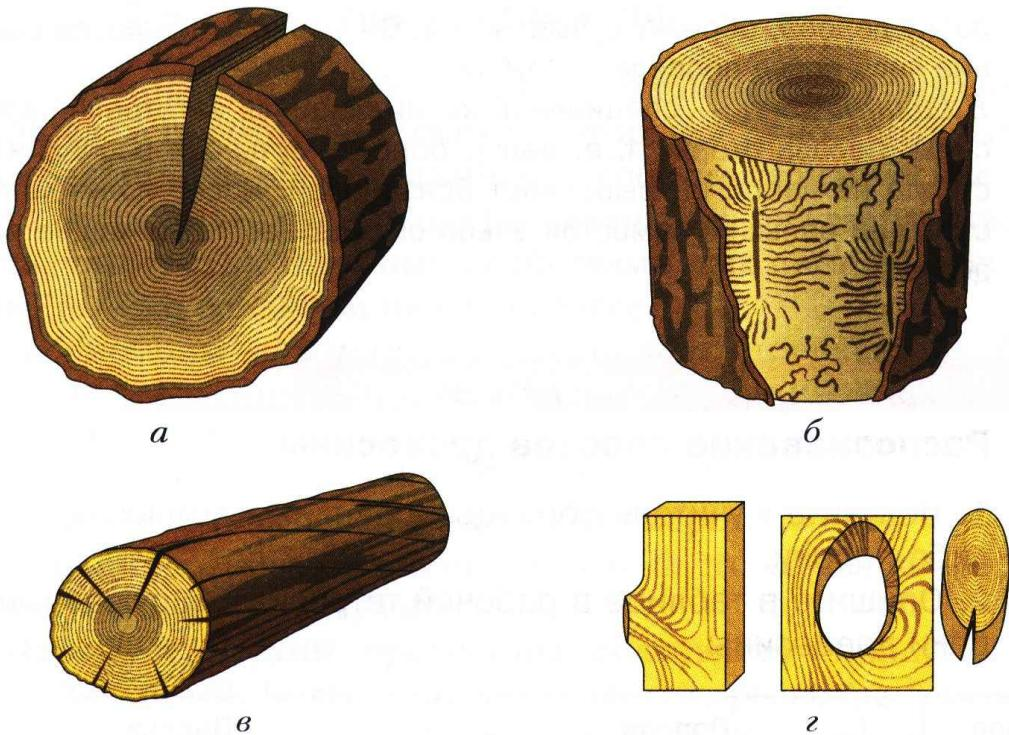

Рис. 3. Пороки древесины: *а* – трещины; *б* – червоточины; *в* – косослой; *г* – сучки
*Трещины* могут образовываться в древесине любой породы во время роста дерева, от сильных морозов, жары, а также при высыхании срубленного дерева (рис. 3, а).
*Червоточкины* – это отверстия и ходы, которые оставляют насекомые (жуки и их личинки), питающиеся древесиной (рис. 3, б). Косослойем называется винтообразное направление волокон древесины в стволе (рис. 3, в). Косослойную древесину не рекомендуется использовать в строительных конструкциях.
*Сучки* представляют собой основания ветвей и имеются у древесины всех пород (рис. 3, г). Сучковатость затрудняет обработку древесины, снижает её прочность.